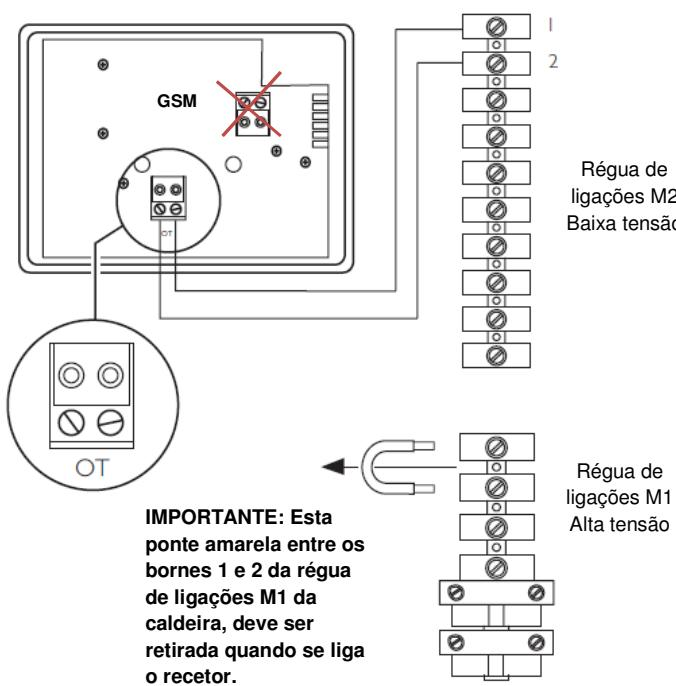

Fig. 9: Ligações e parte posterior do recetor
9. O recetor deve ser ligado na caldeira como se indica na Fig. 9.
8. O erro **E83** indica que o receptor não está a comunicar com a caldeira. Verificar a ligação entre ambos componentes. Ver Fig. 9.
- c. Que o cableado entre o receptor e a caldeira é adequado. Ver Fig. 9.